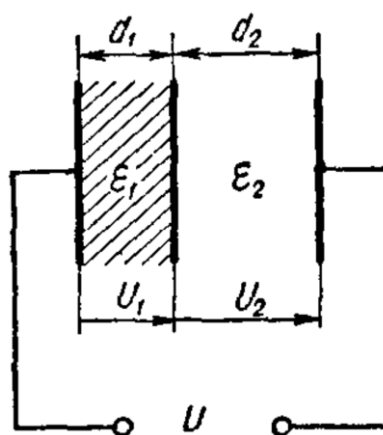

Рис. 2
18. Для схемы рис. 2, определить емкость конденсатора и предельное напряжение, на которое его можно включать (для более слабого слоя двойной запас электрической прочности). Площадь каждой пластины (12 см^2). Имеет два диэлектрика слюда ($\epsilon r_1 = 6$) толщиной ($d_1 = 0,3$ мм) и стекла ($\epsilon r_2 = 7$) толщиной ($d_2 = 0,4$ мм). Пробивное напряжение слюды ($E_1 = 77$ кВ/мм) и стекла ($E_2 = 36$ кВ/мм).